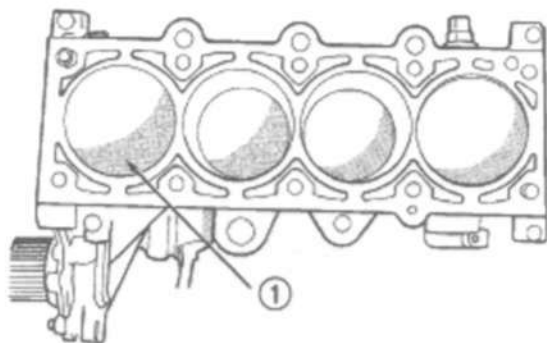

Рис. 61 Маркировка поршней
- (1) Снять верхний уступ отверстий цилиндров при помощи надежного инструмента перед снятием поршней с блока цилиндров. При этой операции **верхняя часть поршней должна оставаться закрытой**. Пометить поршни по номерам цилиндров (Рис.61).